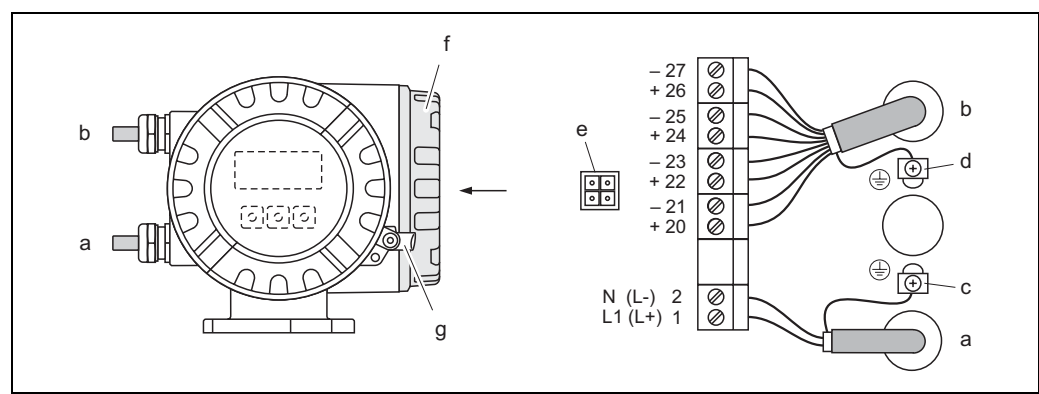

Fig. 21: Connessione del trasmettitore (custodia da campo in alluminio); sezione del conduttore: max. 2,5 mm²
- Schema elettrico (custodia in alluminio) → Fig. 21